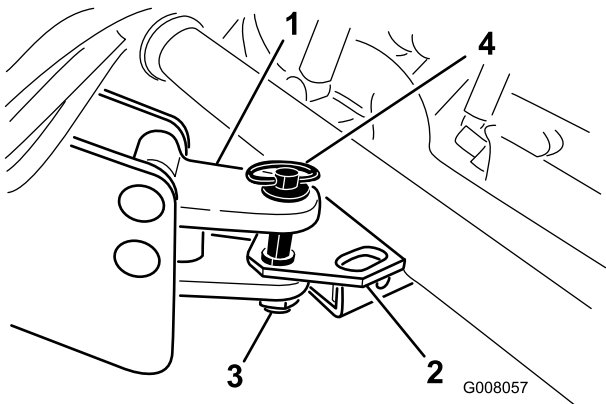

Figura 18
2. Ajuste o processador do garfo de engate ao mesmo nível do engate do veículo (Figura 18).
3. Ligue o engate do processador ao engate do veículo com um pino de engate e um pino de sujeição (Figura 18).